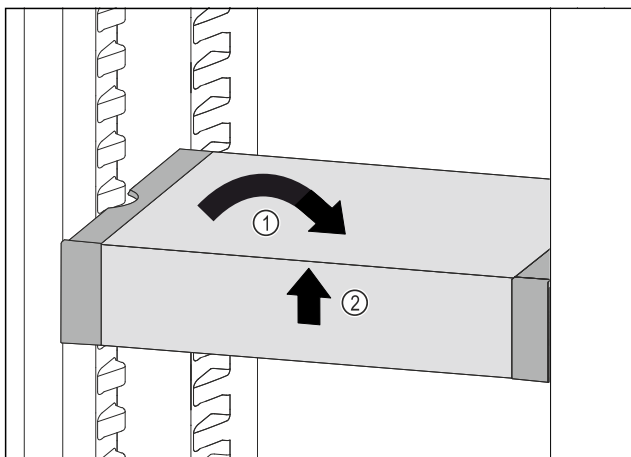

Fig. 100
- ▶ VarioSafe postavte rovně. Fig. 100 (1)
- ▶ VarioSafe vpředu zvedněte. Fig. 100 (2)